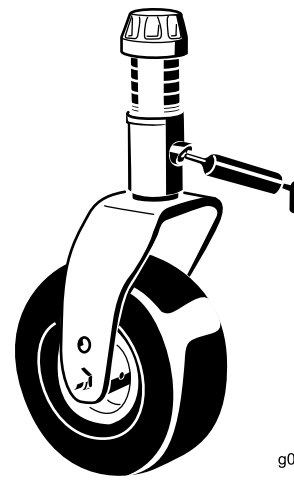

Bild 71
- Eine Laufradgabel-Wellenbüchse (Bild 71)